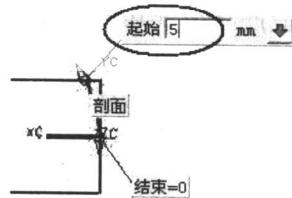

图 1-35 延伸线段
(4) 利用快捷键“Ctrl+D”删除其中一段，然后利用工具栏“编辑曲线”→“编辑曲线长度”，选择圆弧外端，给 5mm 的增量，如图 1-35 所示。